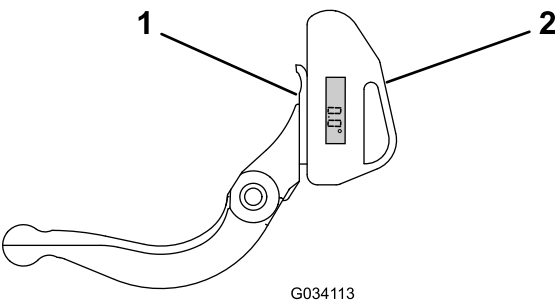

Figura 66
- 1. Posizionate il goniometro sul lato inferiore della controlama, come illustrato nella Figura 66.